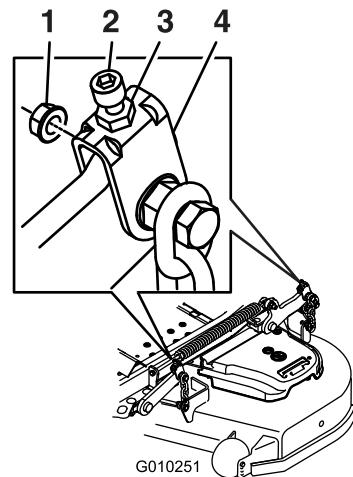

Figura 98
11. Para as plataformas do cortador mostradas na Figura 98, afine a porca de ajuste no conjunto de elevação da plataforma frontal rodando-a (Figura 98).
17. Regule o ajuste girando para a altura de 8,3 cm (Figura 98).